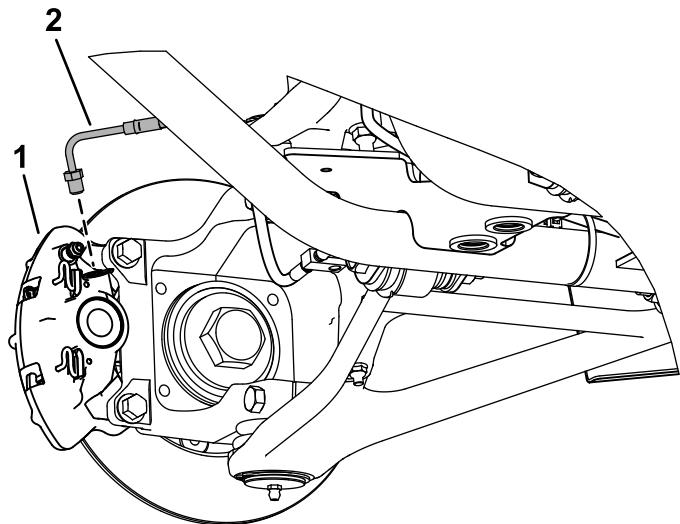

図 3
3. ブレーキキャリパーアセンブリから前後のブレーキラインを外す(図3)。